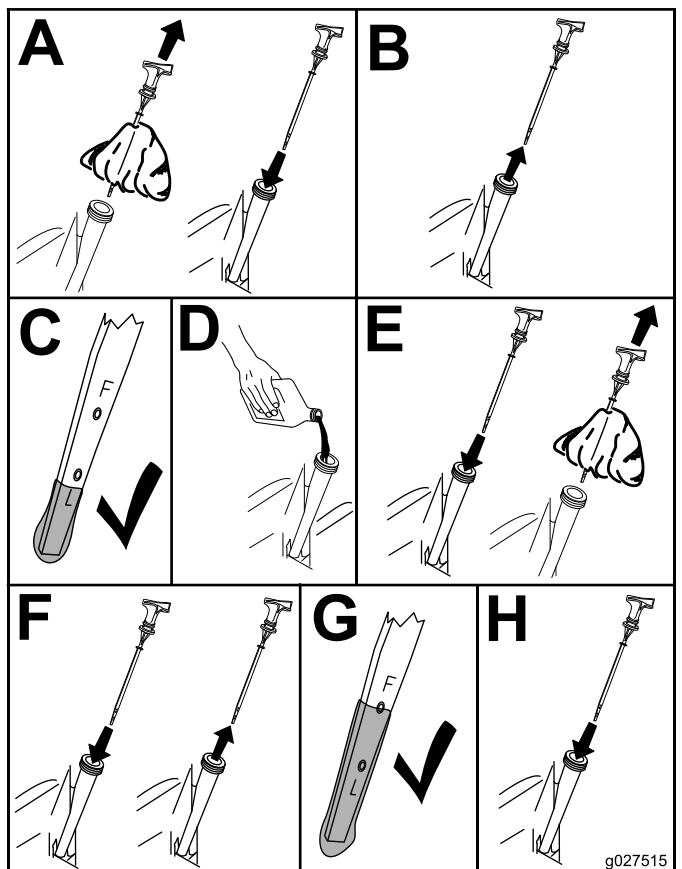

Figura 29
- Compruebe el nivel de aceite del motor (Figura 29).